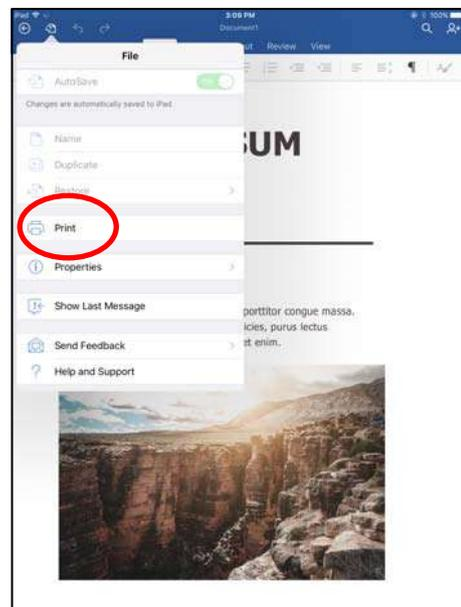

Figura 40
2.4 Cuando aparezca el menú, haga clic en “imprimir” (Figura 40).